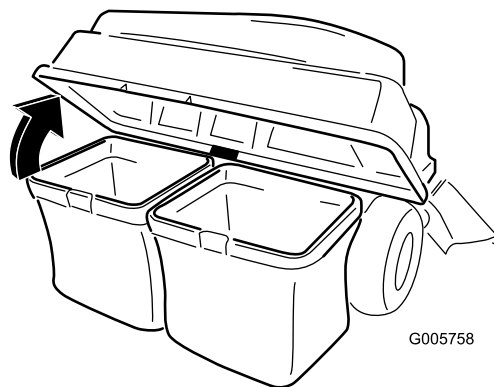

Figura 11
3. Abra (levante) la tapa del ensacador (Figura 11).